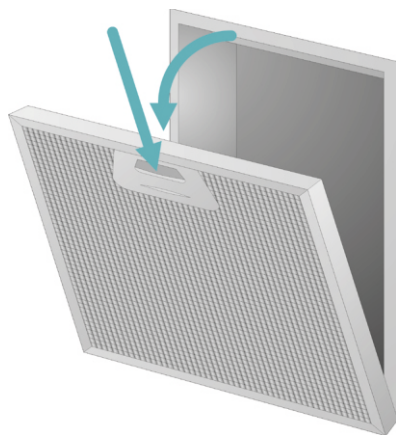

Рис.12 Снятие алюминиевого жирулавливающего фильтра
1. Нажмите на защелки на жирулавливаемом фильтре и снимите фильтр. (Рис. 12)